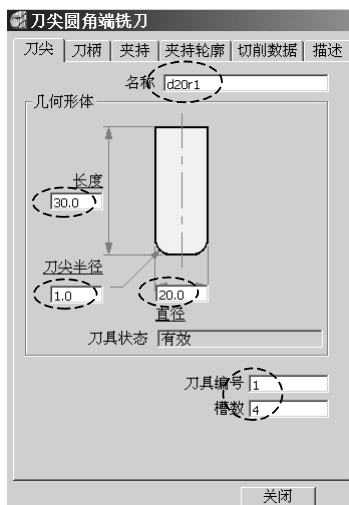

图 11-22 “d20r1”切削刃部分参数
2) 创建粗加工刀具：在 PowerMILL 资源管理器中右击“刀具”树枝，在弹出的快捷菜单条中选择“产生刀具”→“刀尖圆角端铣刀”，打开“刀尖圆角端铣刀”表格，按图 11-22 所示设置刀具切削刃部分的参数。